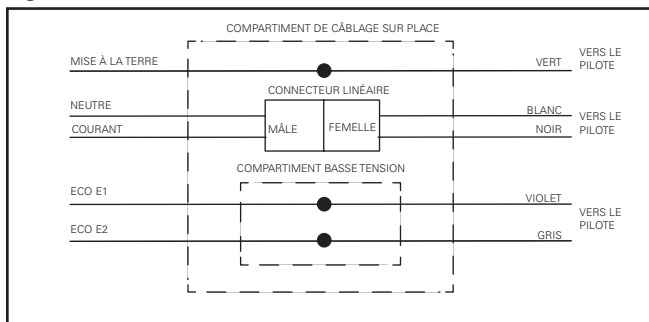

Figure 11.
- e. Pour une variation Lutron 3 fils, utilisez le fil violet avec la borne E1 et le fil gris avec la borne E2 ECO sur ESN (Figure 11.). N'utilisez pas les fils violet et gris.